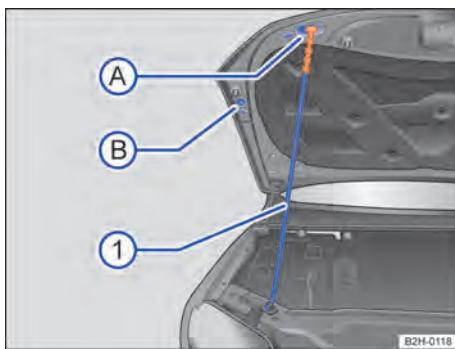

Fig. 166 Fixar a tampa do compartimento do motor com a haste de sustentação.
- Desencaixar a haste de sustentação colorida no punho, no lado direito do painel dianteiro → Fig. 166 ① → ▲.
- Introduzir a haste de sustentação colorida no punho, no suporte → Fig. 166 ① ou ②.